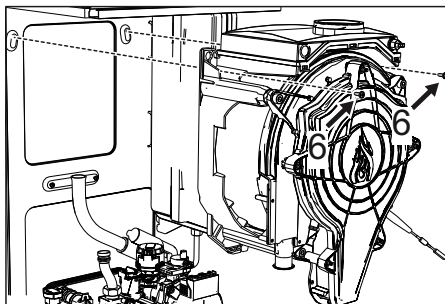

fig. 49
- Extraiga los dos tornillos superiores "6" que fijan el intercambiador al bastidor (fig. 49).